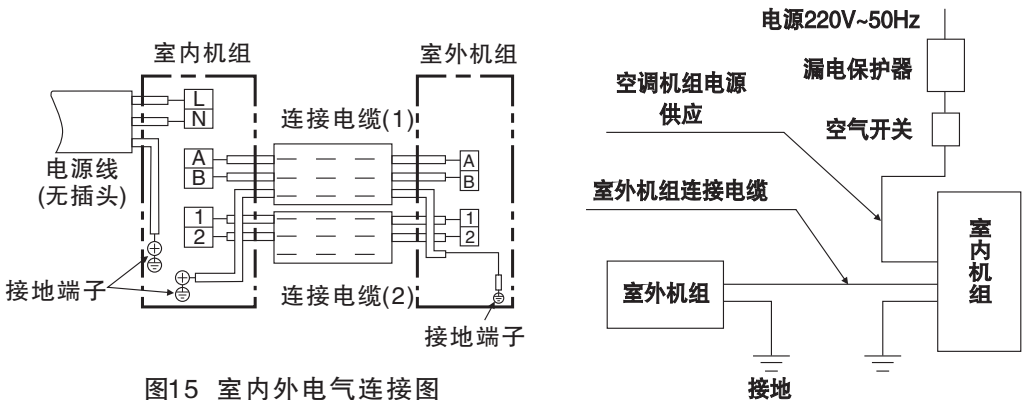

图15 室内外电气连接图
- (1) 用附件④连接电缆按接线图要求正确地连接室内外机组，绝对不可连接错误(如图15)。
- (2) 连接电缆必须用室内外机组上的附属电压板压紧。
- 接地线必须根据图15所示用连接电缆中黄/绿色导线接至带有“⊕”标记的接线端子上。